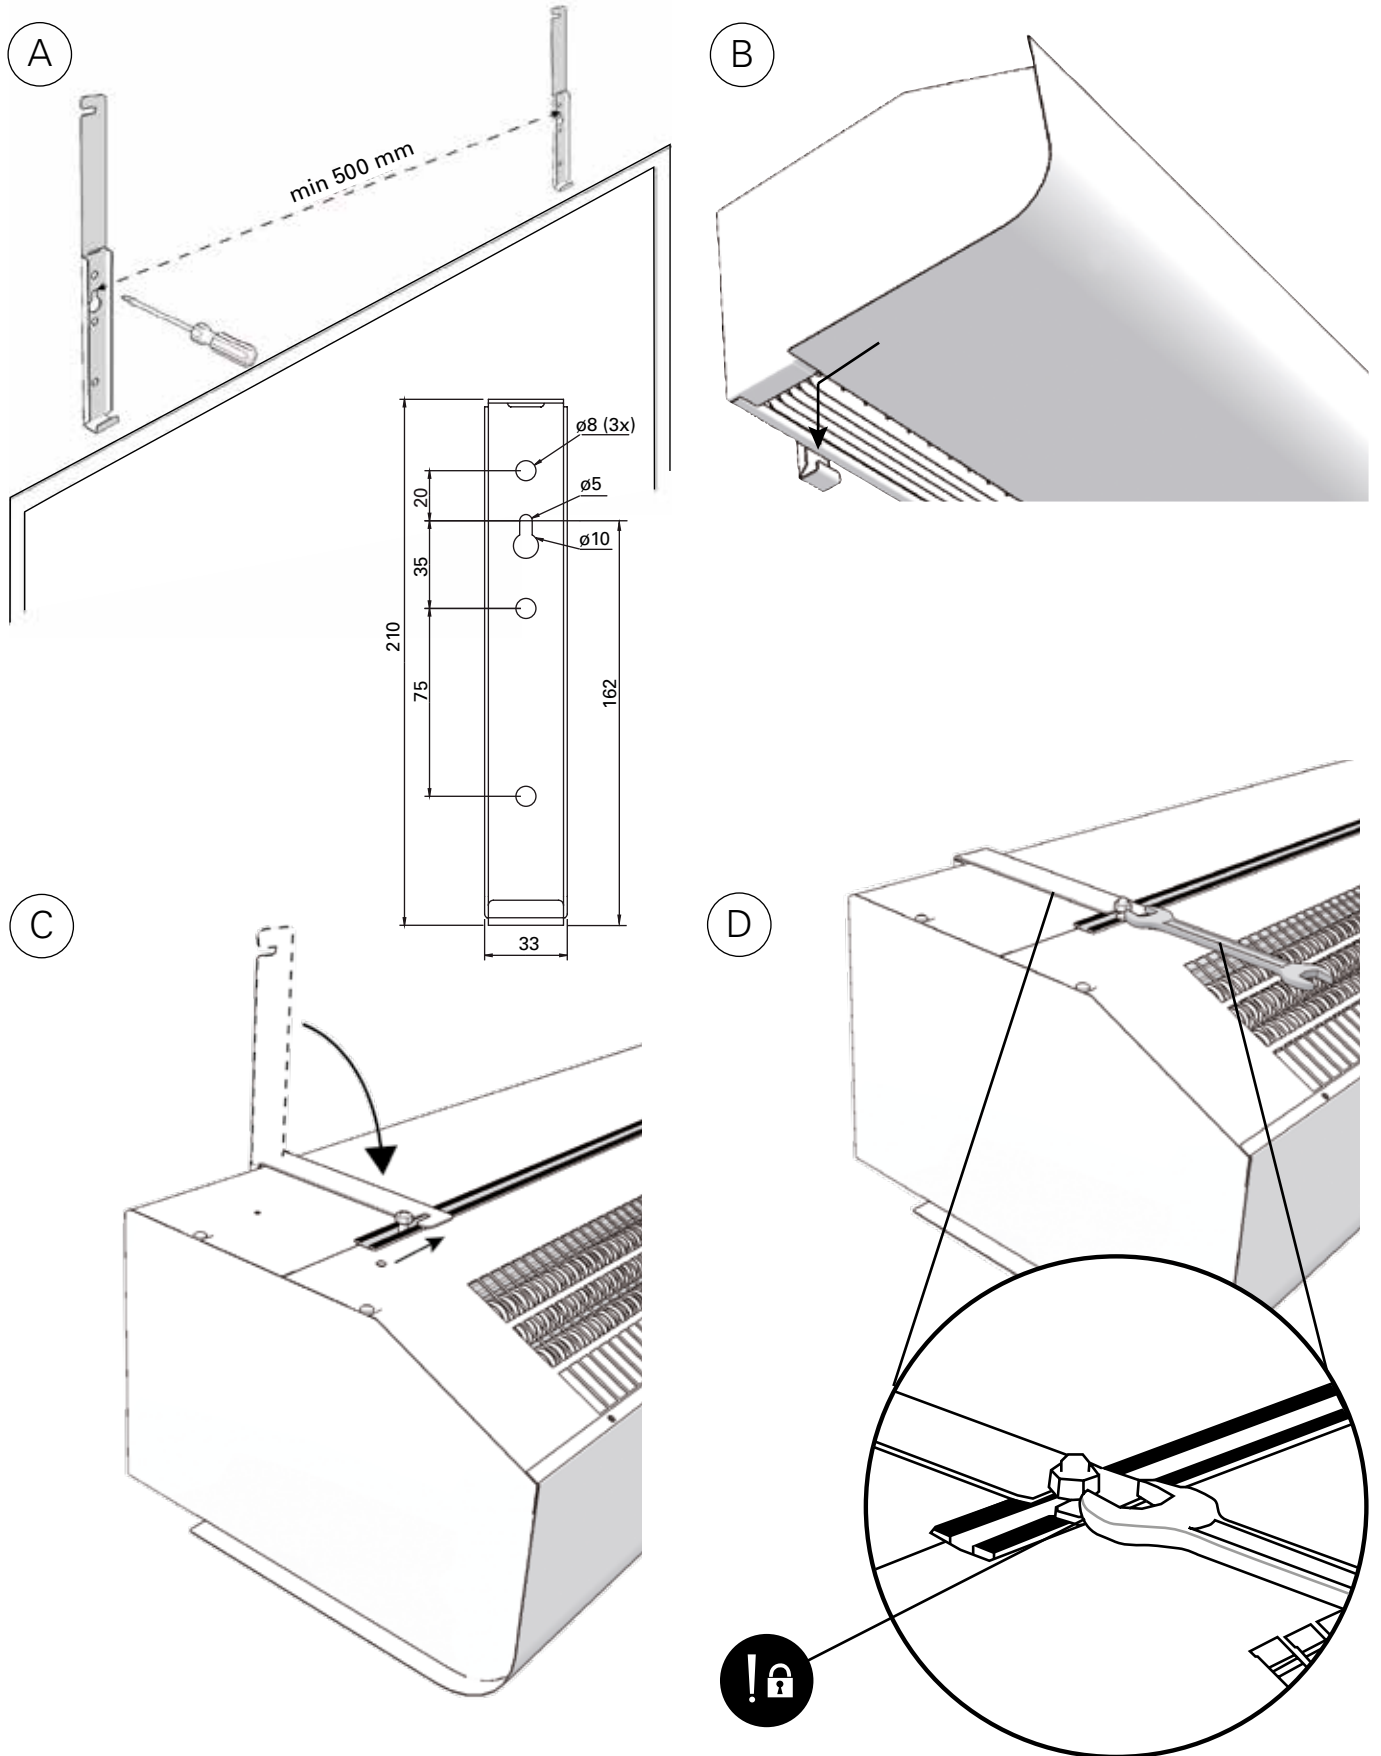

Fig. 4: Mounting with wall brackets
*Montering med väggkonsoler (fig. 4)*